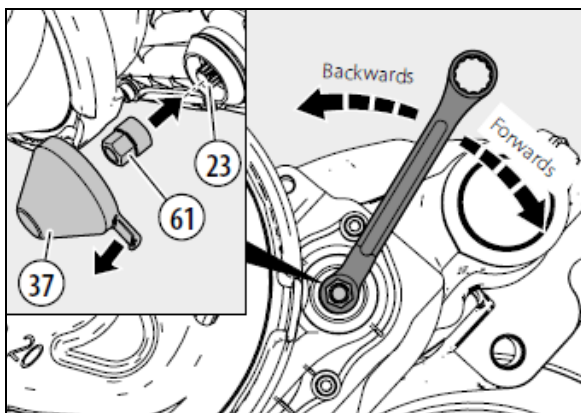

FIGURE 33: RETIRER LE CAPUCHON, MONTER DES PLAQUETTES DE FREIN NEUVES, RÉGLER LE JEU DE DÉPART
7. Dégager le capuchon de la vis de réglage (37) avec l'embout, en veillant à ne pas desserrer l'adaptateur (61) (voir FIGURE 33).
*Le capuchon de la vis de réglage (37) ne doit pas être retiré avec un tournevis ou tout autre outil similaire, ceci étant susceptible de détériorer le joint.*